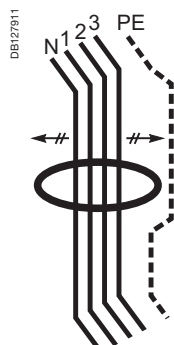

Figura 2.
■ Ø interior do toro > 1,4 x Ø exterior do conjunto de cabos (figura 2).